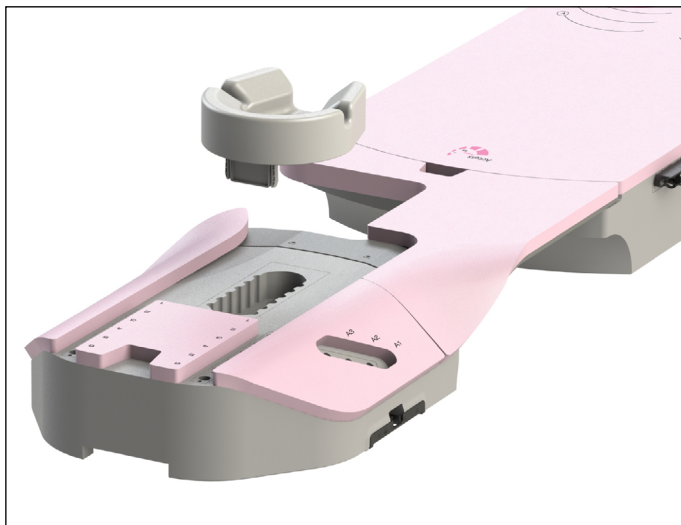

Fig. 11
2. Sätt in inriktningsstycket av plast i korrekt slits i enhetens superiora ände. (Fig. 11)